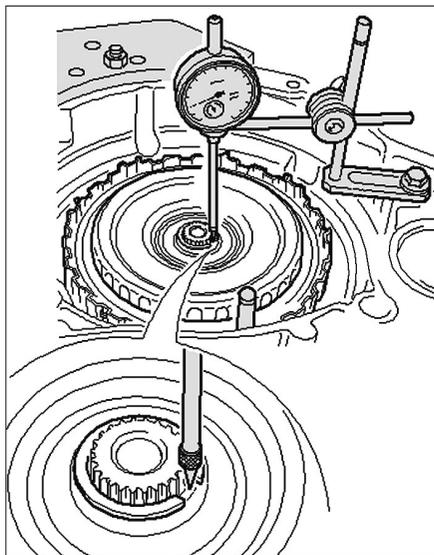

FIG. 17
- positionner le palpeur du comparateur sur le moyeu du grand porte-satellites (Fig.17).